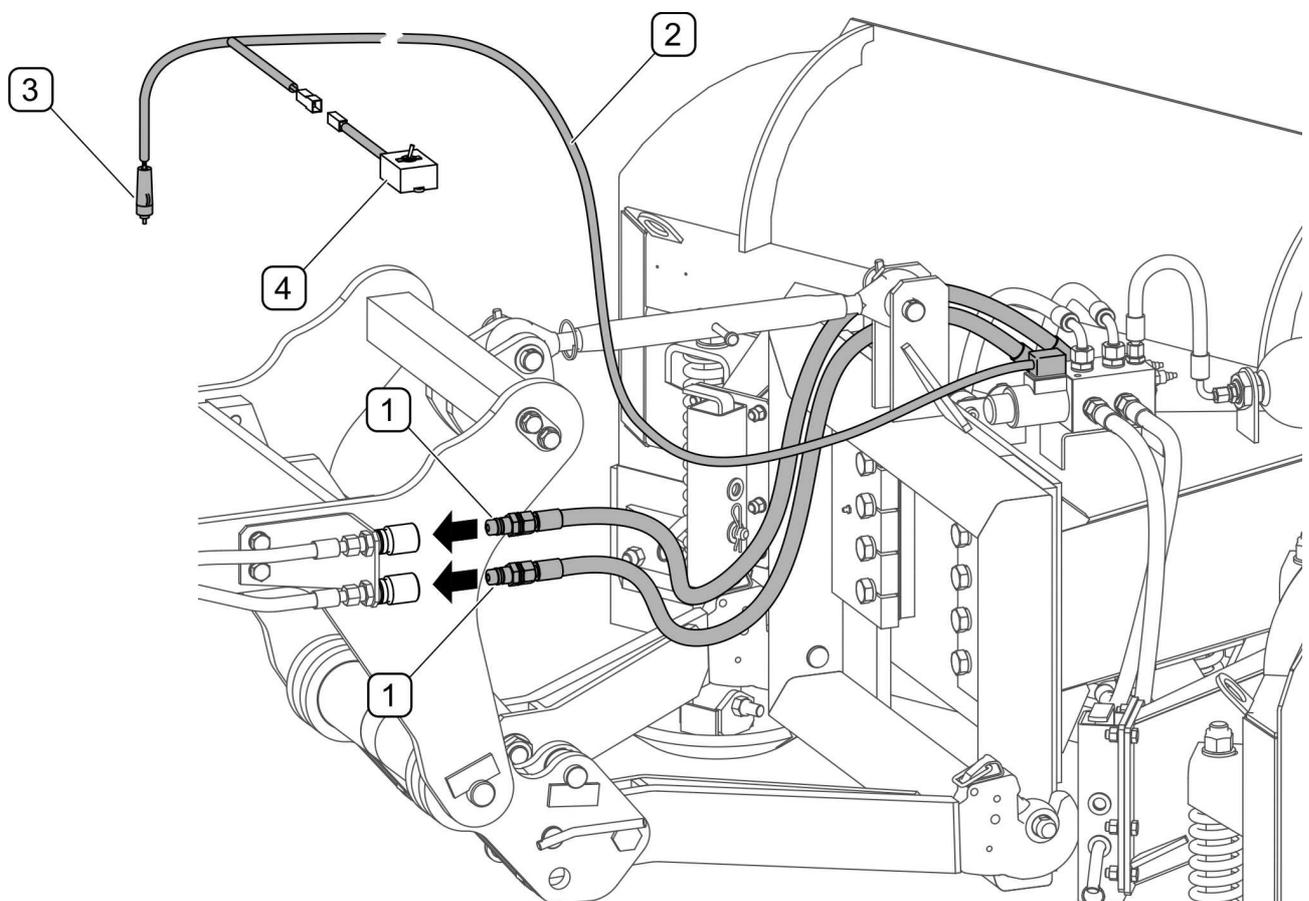

ABBILDUNG 4.3 Anschluss der Hydraulik- und Elektroinstallation an den Schlepper
Die Stecker der Hydraulikanschlüsse (1) für die Steuerung des Pfluges müssen an die Anschlussbuchsen der externen Hydraulik des Schleppers angeschlossen werden (ABBILDUNG 4.3). Beim Anschließen der Hydraulikleitungen an den Schlepper ist darauf zu achten, dass die Leitungen ohne Knickungen und Verdrehungen verlegt werden und dass sie vor Beschädigungen geschützt sind.